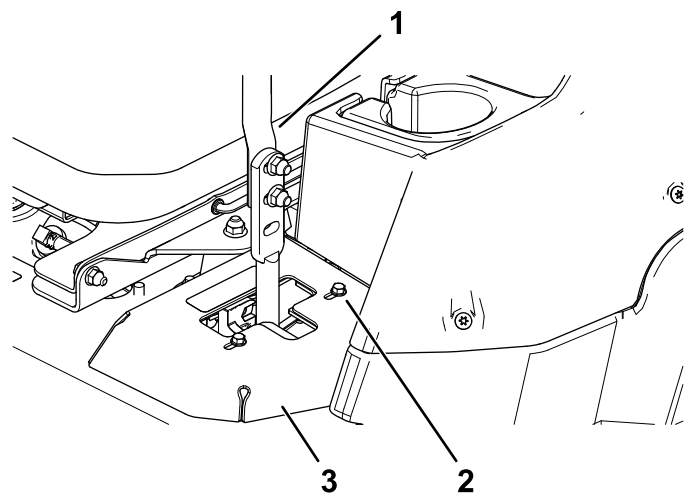

図 46
- 右にずれていく場合には、ボルトをゆるめて左側T字スロットの左ストッププレートを後ろにずらす 図 46。
- 左にずれていく場合には、ボルトをゆるめて右側T字スロットの右ストッププレートを後ろにずらす 図 46。
8. ストッププレートを締め付ける 図 46。